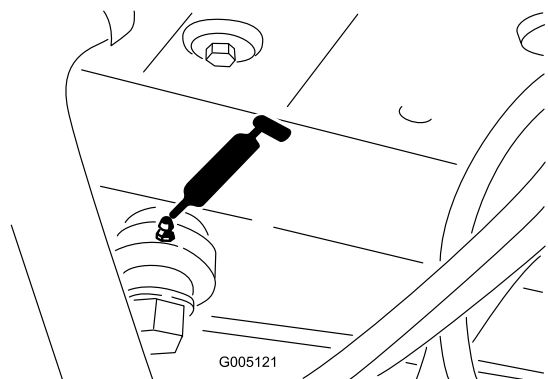

Figure 35
- Extrémité de vérin de direction (Figure 35).